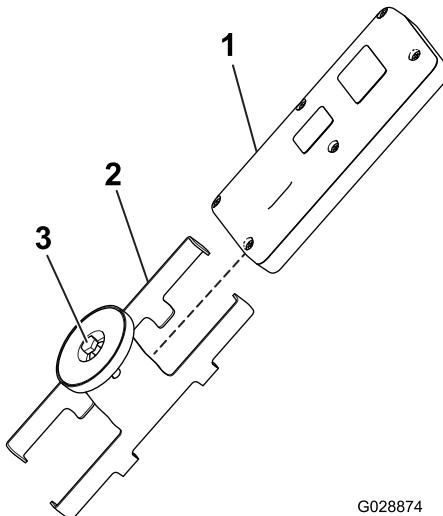

Рисунок 25
- Установите ручной пульт дистанционного управления в магнитный кронштейн пульта, соедините половины корпуса для закрепления пульта и затяните болт в магните (Рисунок 25).